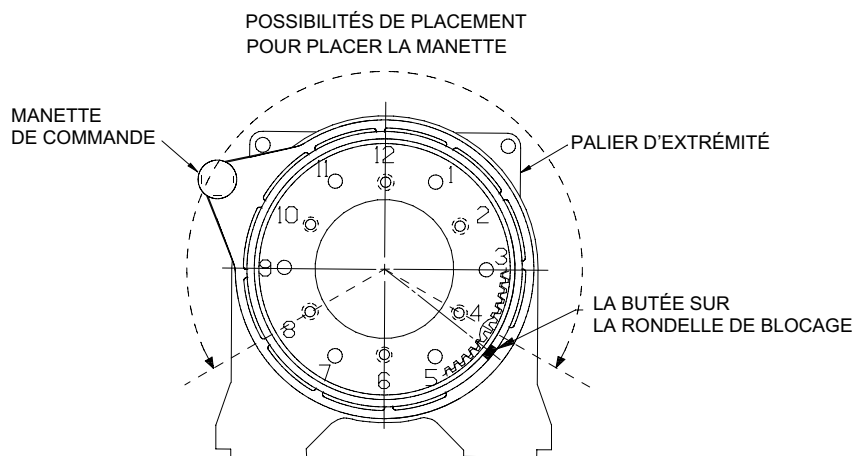

FIGURE 10
5. Déterminer la position dans laquelle la manette (shifter knob) doit être. **Remarque:** elle ne peut être placée trop bas puisqu'elle serait ainsi gênée par le support du palier de l'extrémité engrenage (possibilités de placement [Range of positions] à la figure 10).